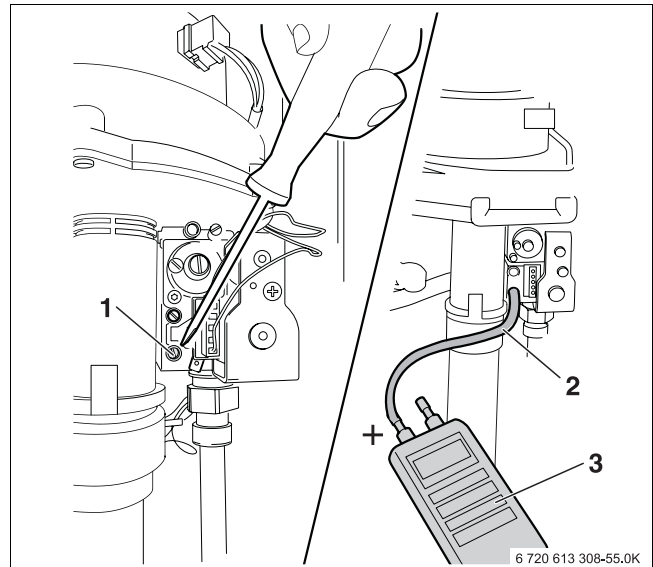

Bild 71 Gas-Anschlussfließdruck messen
- Verschluss im unteren Messnippel (Anschlussdruck-Messnippel) um zwei Umdrehungen lösen (→ Bild 71, 1).
- Messschlauch des Druckmessgerätes auf den Messnippel aufstecken (→ Bild 71, 2).